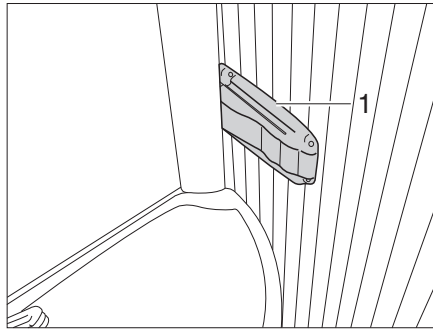

Fig. 224 Inodoro Vario, bloqueo de la pared de la ducha
- Apretar el bloqueo (Fig. 224,1), a la derecha, en el borde del lavabo y tirar levemente del lavabo. El lavabo se mueve con la pared dorsal hacia delante.